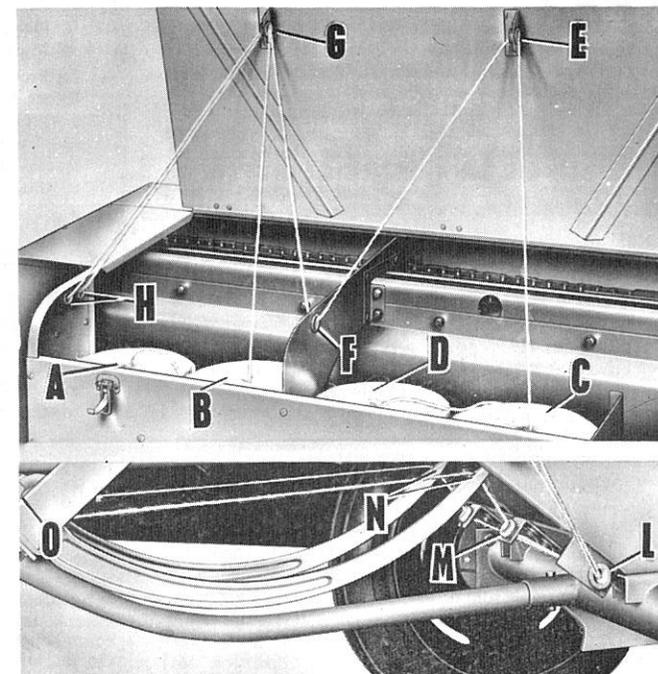

Fig. 15. Enfilage de la ficelle dans les guides, le dispositif tendeur et les aiguilles.
1. Mettre quatre pelotes de ficelle dans le bac à ficelle (une pelote dans chaque compartiment). Les deux pelotes (A et D, Fig. 15) sont en réserve et la pelote d'extrême gauche (A, Fig. 15) doit être rattachée à la pelote intérieure gauche (B, Fig. 15) en nouant le bout intérieur de la pelote A au bout extérieur de la pelote B, comme indiqué dans la Fig. 15. De la même façon, nouer le bout intérieur de la pelote intérieure de droite D au bout extérieur de la pelote d'extrême droite C en s'assurant que les pelotes
3. Enfiler le bout intérieur de la pelote de droite (C, Fig. 15) dans le guide (E, Fig. 15) sur l'intérieur du couvercle du bac à ficelle et dans le guide (F, Fig. 15) traversant la cloison du bac, comme représenté sur la figure. Enfiler les bouts intérieurs des deux
pelotes (B et C, Fig. 15) dans le guide (G, Fig. 15) à l'intérieur du couvercle du bac à ficelle.
4. Saisir les bouts qui ont traversé le guide double (H, Fig. 15) sur le côté du bac et les faire ensuite passer par le dispositif tendeur de ficelle (J, Fig. 15) comme indiqué.
5. On doit ensuite enfiler les bouts de ficelle dans le guide double du fond (K, Fig. 15), le guide simple (L, Fig. 15) et enfin, dans les guides du support d'essieu (M, Fig. 15) et les chas des deux aiguilles (N, Fig. 15).
6. Quand cette suite d'opérations d'enfilage est terminée, nouer les deux bouts de la ficelle au porte-aiguilles (O, Fig. 15).
10. Régler le dispositif tendeur de ficelle (J, Fig. 15) de manière à ce que la ficelle soit raisonnablement tendue sans présenter de relâchement.